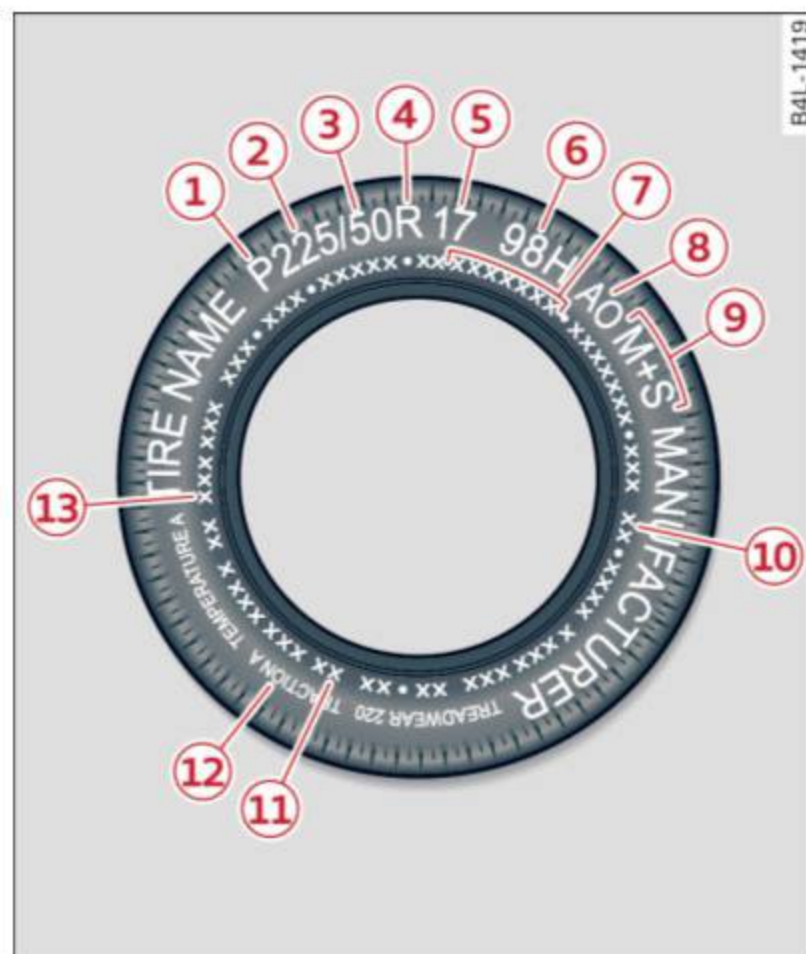

Fig. 188 Codes de spécification sur le flanc d'un pneu
- Vérifier le flanc du pneu (⇒ page 244, fig. 188) afin de déterminer la capacité de charge désignée pour un pneu précis.
La loi fédérale exige des fabricants de pneus qu'ils inscrivent des informations standardisées sur le flanc de tous les pneus ⇒ *fig. 188*. Cette information identifie et décrit les caractéristiques fondamentales, l'indice de qualité du pneu et fournit également le numéro d'identification du pneu servant à la certification des normes de sécurité et en cas de rappel.
Les classements de qualité sont inscrits, le cas échéant, sur le flanc du pneu entre la sculpture, l'épaule et la largeur de section maximale ⇒ *page 244, fig. 188*.